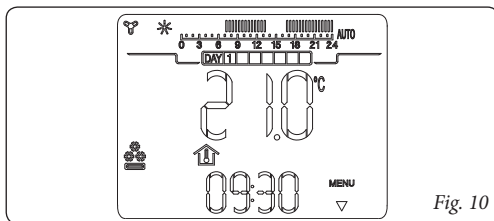

Fig. 10
- **Modalità controllo chiller** (❄️). E' possibile abilitare il CRONO 7 al controllo di un chiller per il raffreddamento di ambienti (per l'abilitazione di questa funzione vedere paragr. 9.3). In modalità "raffrescamento" il CRONO 7 può funzionare in modo automatico o manuale per la descrizione del funzionamento vedi capitolo 6. Sul display viene visualizzato il giorno e l'ora corrente, la temperatura ambiente e la barra oraria con la programmazione giornaliera del timer raffreddamento unitamente ai relativi simboli (fig. 10).